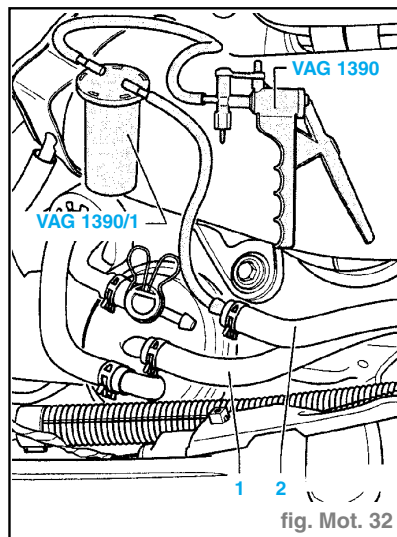

fig. Mot. 32
- Débrancher le flexible d'alimentation (1) (repère blanc) et le flexible de retour (2) (repère bleu) du filtre à carburant (fig. Mot. 32).
• Remplacer le flexible de retour (3) (repère bleu) sur le raccord de retour de la pompe tandem.
- Raccorder le flexible de retour (3) (repère bleu) sur le raccord de retour de la pompe tandem.
- Raccorder le flexible d'alimentation (2) (repère blanc) sur le raccord d'alimentation et la conduite de dépression (1) du servofrein à la pompe tandem (4).
- Raccorder le flexible d'alimentation (1) (repère blanc) sur le filtre à carburant (fig. Mot. 32).
- Raccorder la pompe à vide à main VAG 1390 dotée du réservoir de purge VAG 1390/1, au flexible de retour (2) (repère bleu) du filtre à carburant.
- Raccorder le flexible de retour (2) (repère bleu) sur le filtre à carburant.